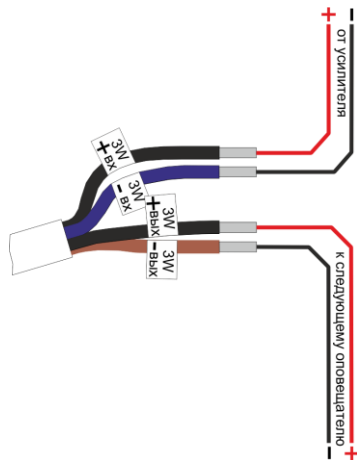

Рис.2 Схема подключения оповещателя
- подключить к оповещателю согласно схеме подключения внешние линии (см. рисунок 2);